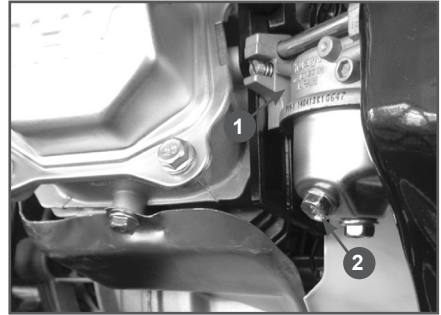

Рис. 18 Слив топлива из карбюратора
3. Открутите болт 2 на карбюраторе 1 (Рис. 18) и слейте топливо из поплавковой камеры в подготовленную для этого емкость.
2. Слейте топливо из карбюратора (Рис. 18).